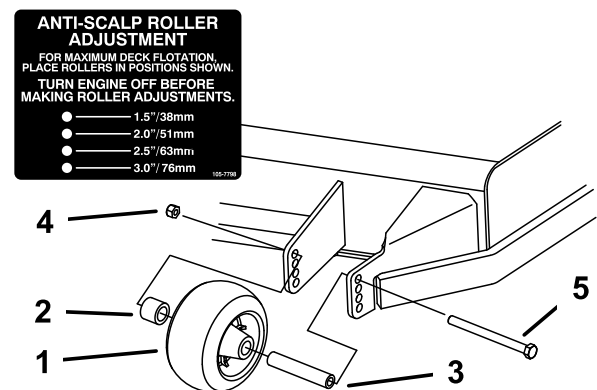
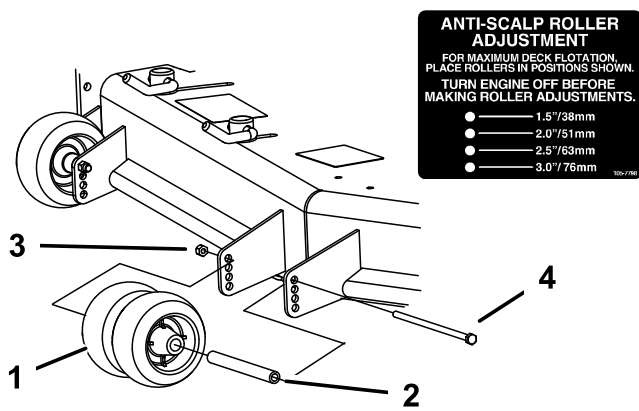
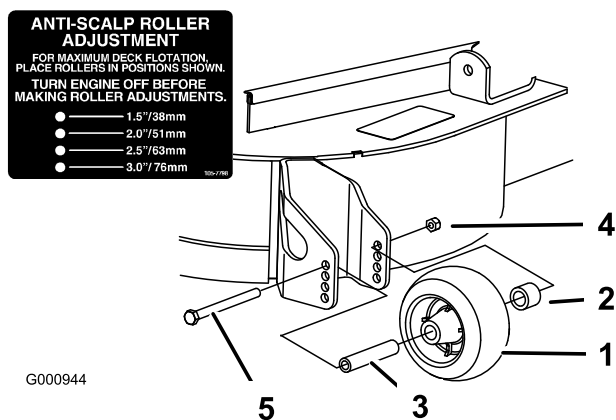

Figure 20
Figure 21
Figure 22
3. Après avoir réglé la hauteur de coupe, réglez les galets en retirant l'écrou à collerette, la bague, l'entretoise et le boulon (Figure 20, Figure 21 et Figure 22).
- Remarque:** Les deux galets centraux ne sont pas munis d'entretoise (Figure 21).
5. Posez l'écrou à embase, la bague, l'entretoise et le boulon. Serrez à 54–61 Nm (40–45 pi-lb) (Figure 20, Figure 21 et Figure 22).